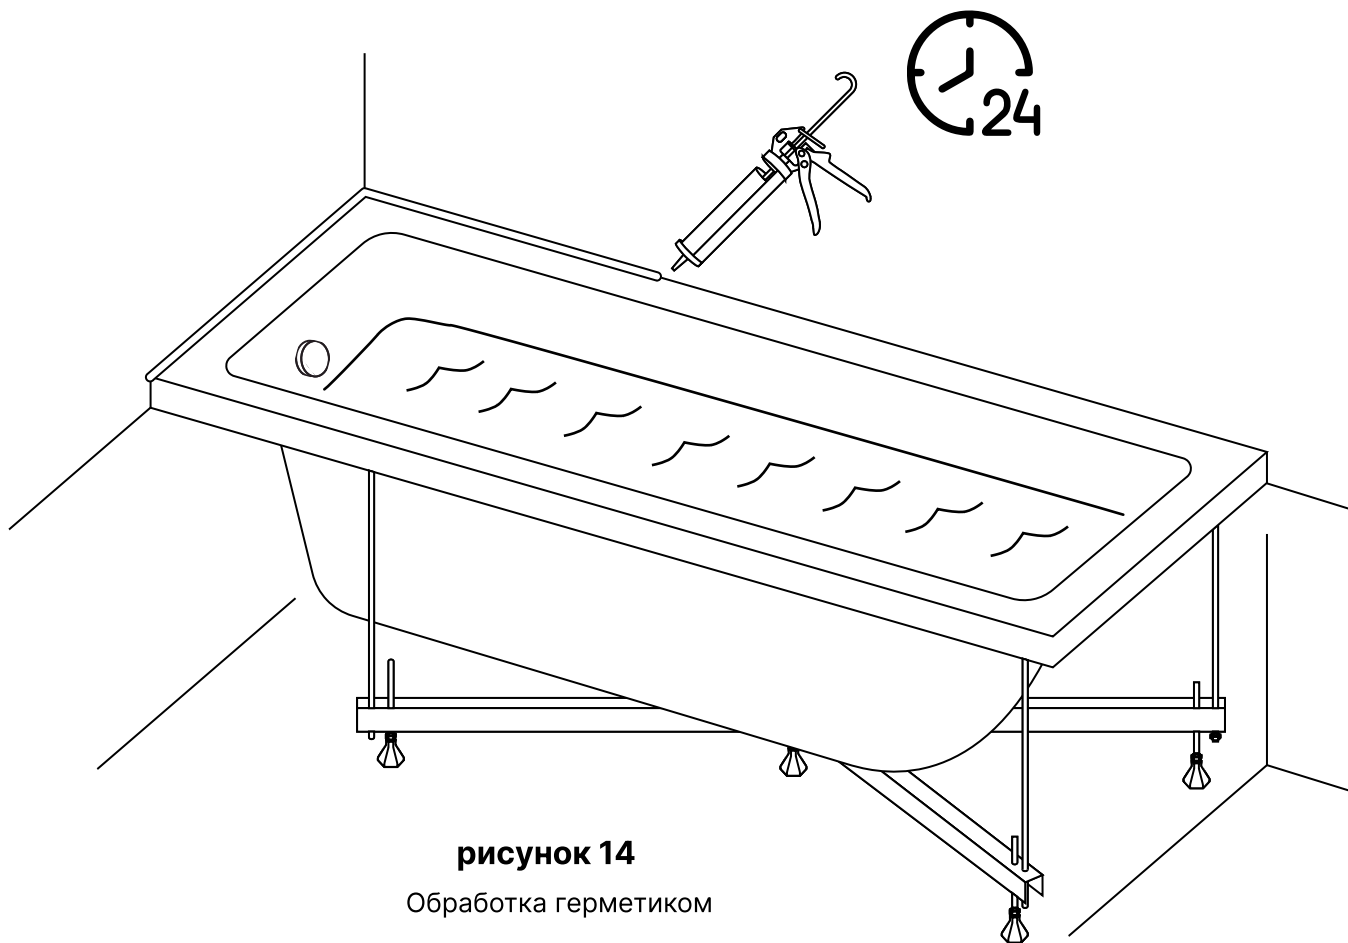

рисунок 14
- 8.1. Наполните ванну водой. В месте соединения ванны со стеной снимите часть защитной пленки и нанесите санитарный герметик (силикон) - рисунок 14.